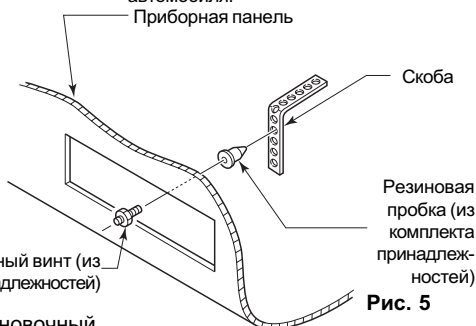

Рис. 5
3. Закрепите заднюю часть основного блока, как показано на рис. 4 или на рис. 5.